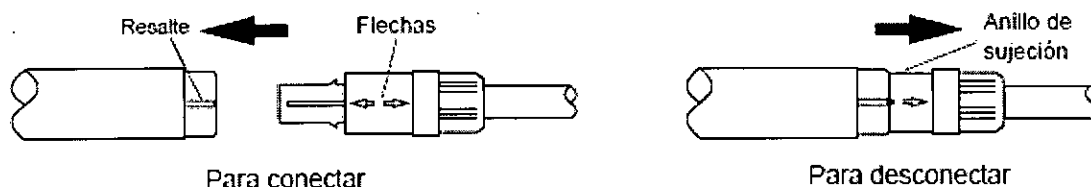

Figura 3-2. Conectores del cable del catéter
2. Conecte el cable del catéter de RF estéril al catéter de RF (Figura 3-2):